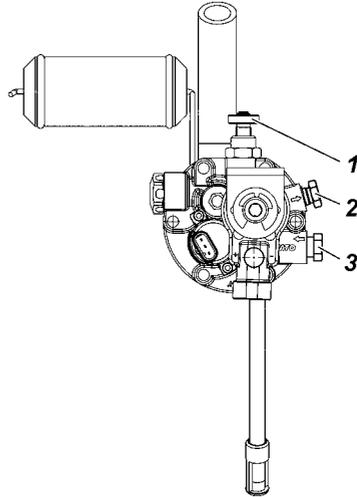

Рис. 18. Мультиклапан газового баллона:
**Мультиклапан** (рис. 18) устанавливается на газовом баллоне автомобиля и имеет ряд предохранительных устройств:
— плавно откройте расходный вентиль 1 (рис. 18) на мультиклапане баллона (или убедитесь в том, что он открыт);